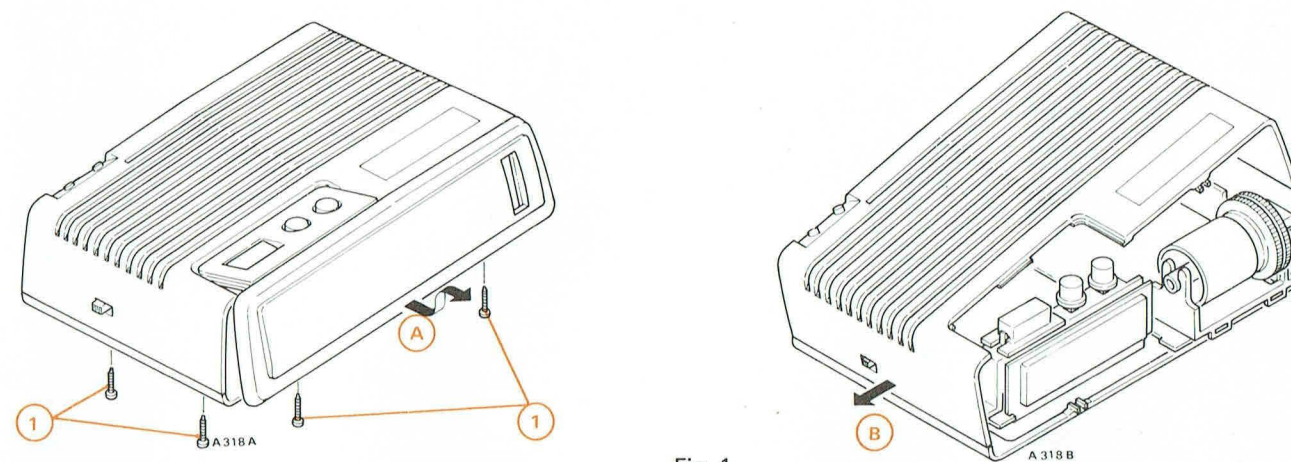

Fig. 1
A. DÉMONTAGE DE LA FAÇADE ET DU COFFRET SUPÉRIEUR (Fig. 1)